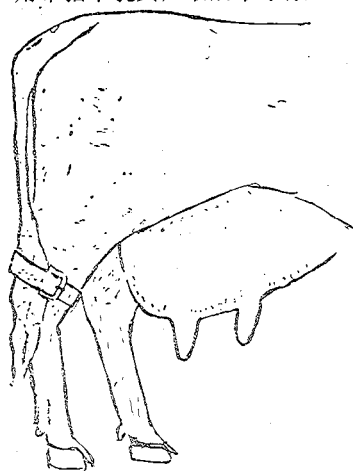

图1 固定牛尾
**挤奶方法**有两种。一是用电机挤奶，一是人工手握挤奶。前法用于大型乳牛场，这里只介绍人工挤奶。挤奶前，以50℃左右的热毛巾热敷和按摩乳房，然后，揩净乳房和乳头，尾巴用带扣的松紧带固定于腓节（见图1）。挤奶员坐于牛的左或右侧，两腿夹住奶桶，或放